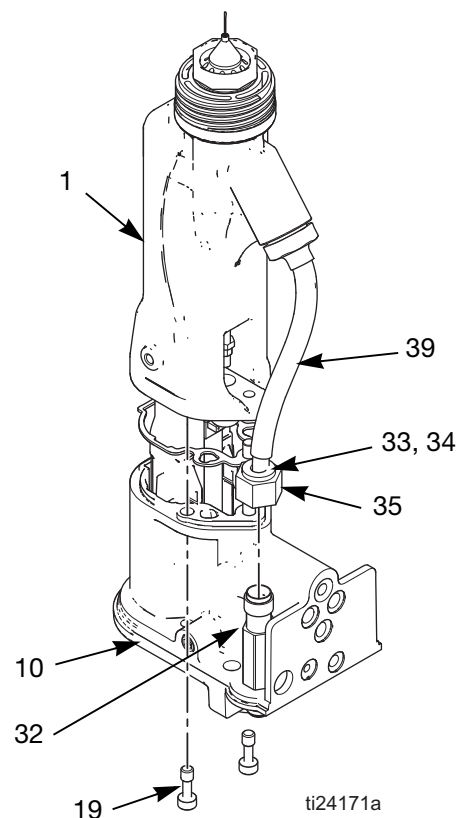

BILD 26. Demontering av pistolhus
3. Ta bort pistolhöljet (26).
4. Lossa försiktigt muttern (35) från vätskekopplingen. Dra ur röret (39) ur kopplingen (32). Kontrollera att båda hylsorna (33, 34) och muttern sitter kvar på röret. Se BILD 26.
6. Lossa de två skruvarna (19). Se BILD 26.
7. Håll i pistolhandtaget (10) med ena handen och dra bort huset (1) rakt från handtaget. Se BILD 26.